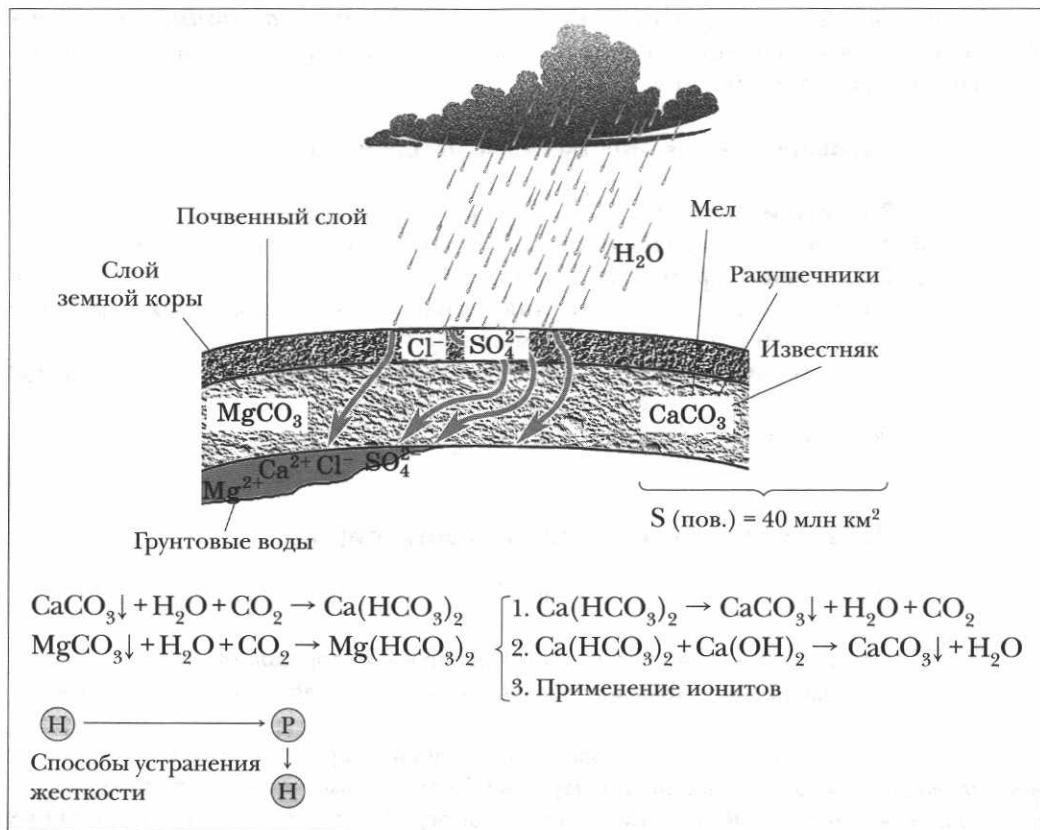

Рис. 78. Жесткость воды и способы ее устранения
**Жесткость воды** обусловлена присутствием в ней солей кальция и магния. Как они попадают в воду? Рассмотрите рисунок 78.
Часть дождевых вод превращается в грунтовые воды. Они, в свою очередь, протекая в недрах Земли, соприкасаются с минералами кальция и магния, вымывая из них мелкие частички. В воде, насыщенной углекислотой (каковы источники  $\text{CO}_2$ , как происходит это насыщение?), нерастворимые карбонаты кальция и магния (средние соли) растворяются, так как превращаются в кислые соли (см. уравнения 1 и 2 на рис. 78). В таком растворимом виде гидрокарбонаты металлов остаются в воде и обуславливают ее **временную жесткость**. При кипячении воды гидрокарбонаты разлагаются и выпадают в осадок (вспомните накипь на стенках чайника). Нарастание таких осадков на стенках паровых котлов, труб неминуемо ведет к авариям. Это является серьезной причиной необходимости устранения жесткости воды.